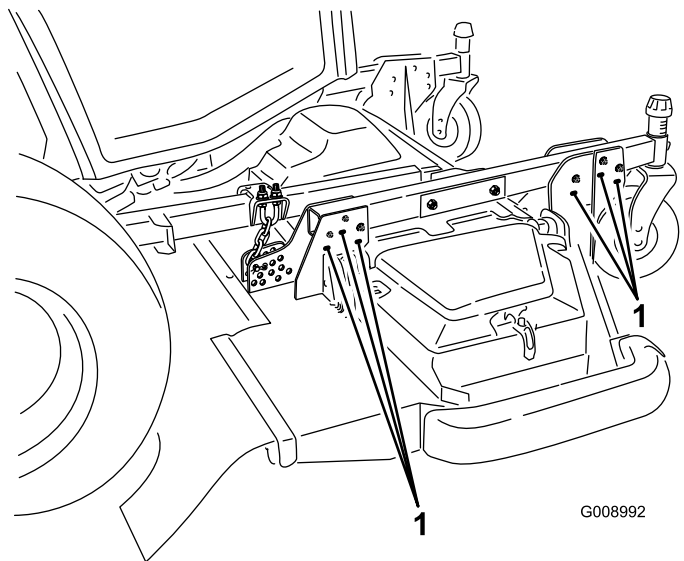

Bild 26
7. Um eine Schnitthöhe von 102 bis 153 mm zu erhalten, entfernen Sie die Befestigungsschrauben, mit denen die Hängehalterungen des Mähwerks an den Schnitthöhenlaufradarmen befestigt sind. Befestigen Sie die Hängehalterungen des Mähwerks dann in den unteren Löchern an den Schnitthöhenlaufradarmen (Bild 26).